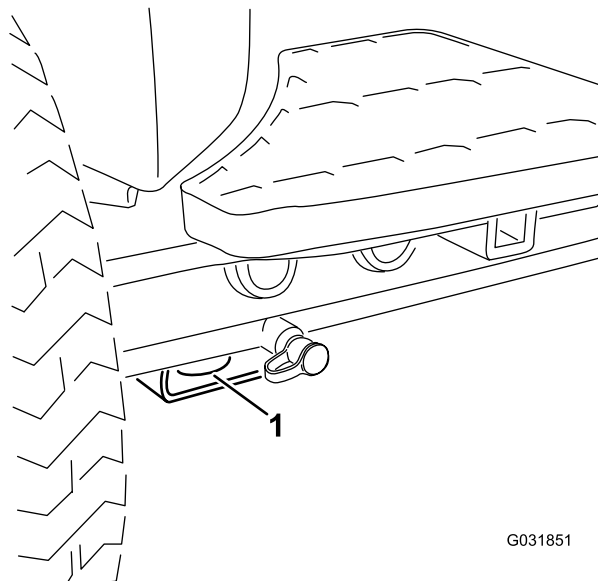

Figura 41
- Anteriore – Foro nel supporto rettangolare, sotto il tubo dell'assale, all'interno delle ruote anteriori (Figura 41)